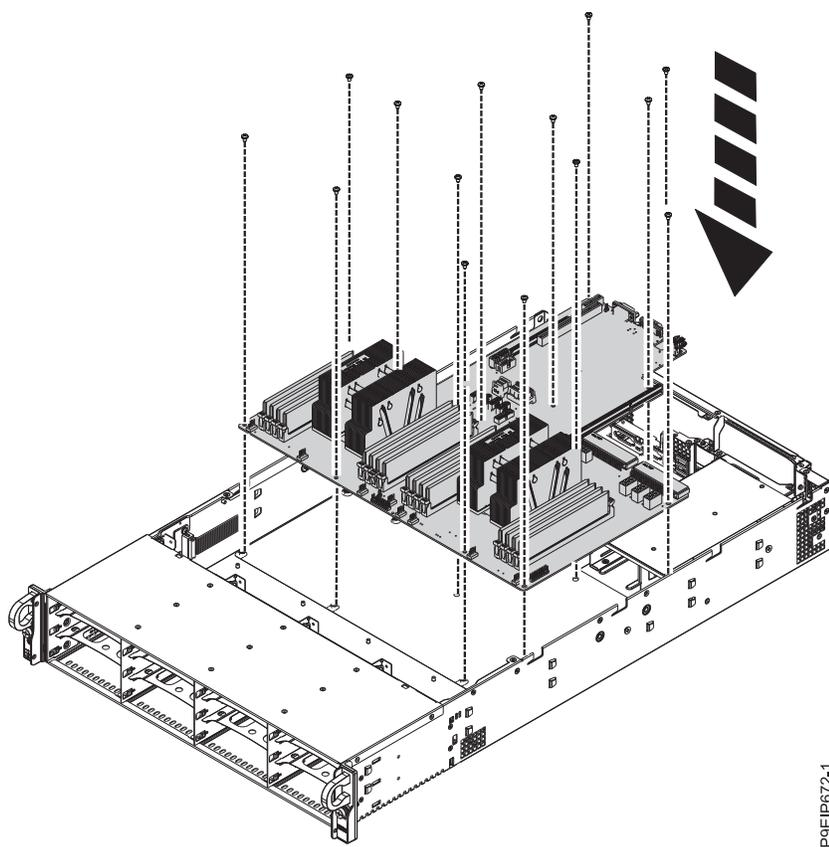

図 77. システム・バックプレーンの再取り付け
16. プロセッサ・ヒート・シンクを手にとって、交換用のシステム・バックプレーンをシャーシ内に慎重に下ろし、少し後方にスライドさせます。 図 77を参照してください。